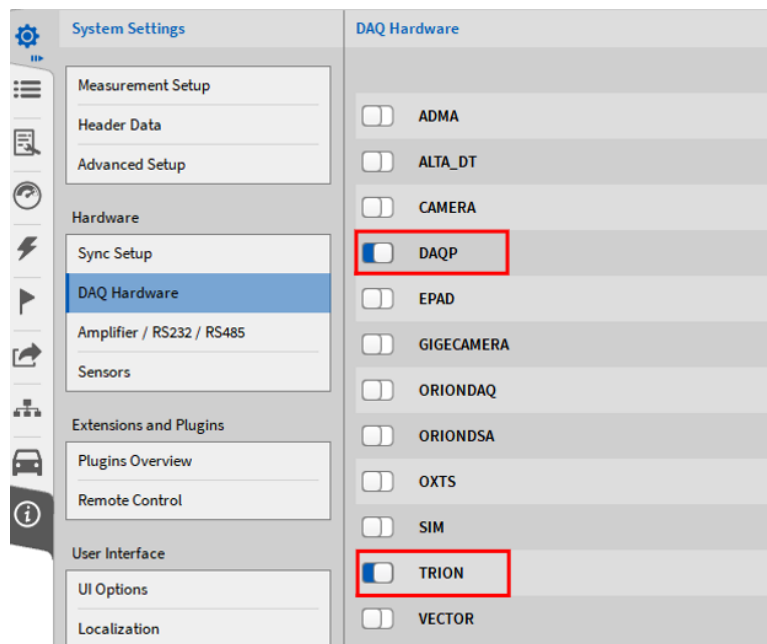

Abb. 4.39: Aktivierung der DAQP und TRION Hardware in den DAQ Hardwareeinstellungen
- Gehen Sie zu den *DAQ Hardware* Einstellungen in den *Systemeinstellungen* und stellen Sie sicher, dass die *DAQ* Serie und die *TRIONTM* Serie aktiviert ist (siehe Abb. 4.39). Bei Änderungen muss die Software neu gestartet werden.